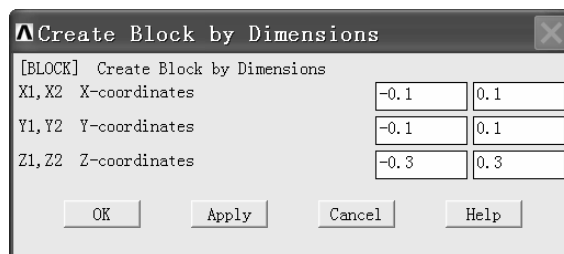
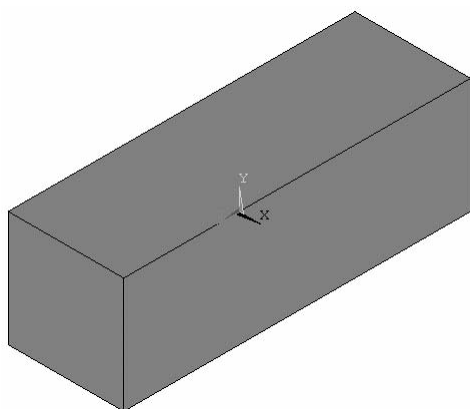

图 2-83 “Create Block by Dimensions” 窗口
图 2-84 一个方块
(2) 依次选择 Main Menu>Preprocessor>Modeling>Create>Block>By Dimensions，弹出“Create Block by Dimensions”窗口（见图 2-83）。在“X1, X2 X-coordinates”后的两个方框中分别输入“-0.1”、“0.1”，在“Y1, Y2 Y-coordinates”后的两个方框中分别输入“-0.1”、“0.1”，在“Z1, Z2 Z-coordinates”后的两个方框中分别输入“-0.3”、“0.3”，单击“Apply”按钮，生成一个方块（见图 2-84），并再次弹出“Create Block by Dimensions”窗口。